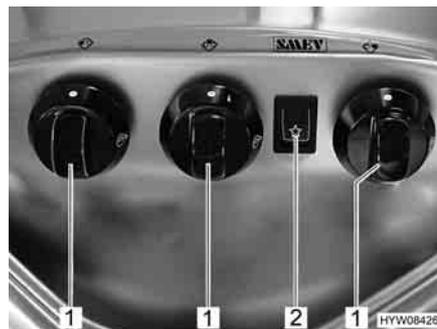

Fig. 128 Elementi di comando del fornello a gas
- Ruotare il pomello girevole (Fig. 128,1) dell'impianto a fiamma libera desiderato in posizione accesa (fiamma alta).
- Premere l'interruttore a bilico (Fig. 128,2). Sul bruciatore vengono prodotte scintille.